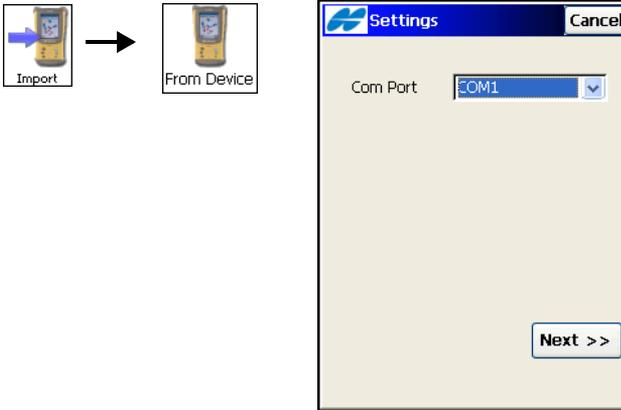

Abbildung 5-7. Import-/Exportoptionen
1. Tippen Sie auf **Import ▶ von Gerät**, um ein Projekt oder eine andere Datei von einem Feldrechner auf einem anderen zu importieren. In den *Optionen* wählen Sie die Verbindungseinstellungen und tippen auf **Weiter** (Abbildung 5-7).